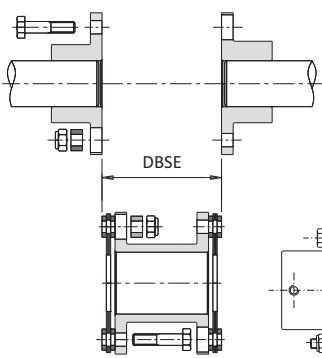

FIG. 3
- Nei giunti con spaziatore per diminuire la frequenza assiale naturale si consiglia di aumentare la distanza delle flange dei mozzi rispetto alla quota nominale "DBSE" (FIG.3) da 1,5-2mm, mettendo così preventivamente in trazione i pacchi lamellari.
- In the coupling with spacer it is recommended to increase the distance between the flanges of the hubs compared to the nominal dimensions "DBSE" (FIG.3) by 1,5 – 2 mm to decrease the natural axial frequency. In this way the lamellar packs are kept under tension and the possibility of spacer oscillation reduces.